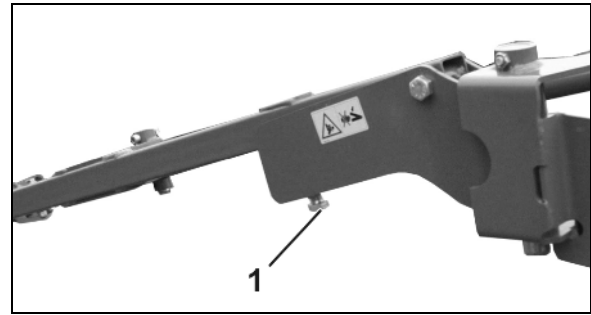

Рис. 96
1. Послабте гвинтові з'єднання котка (Рис. 96/1).